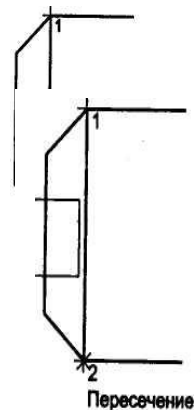

Рис. 30
24. Активизировать кнопку линейный размер (рис.29), перейти в поле чертежа и зафиксировать на детали сначала первую точку ЛКМ, затем вторую, нажав ЛКМ (рис.30), и вынесите размерную линию на необходимое расстояние от контура детали, по ГОСТу – 7 – 10мм от контура детали.